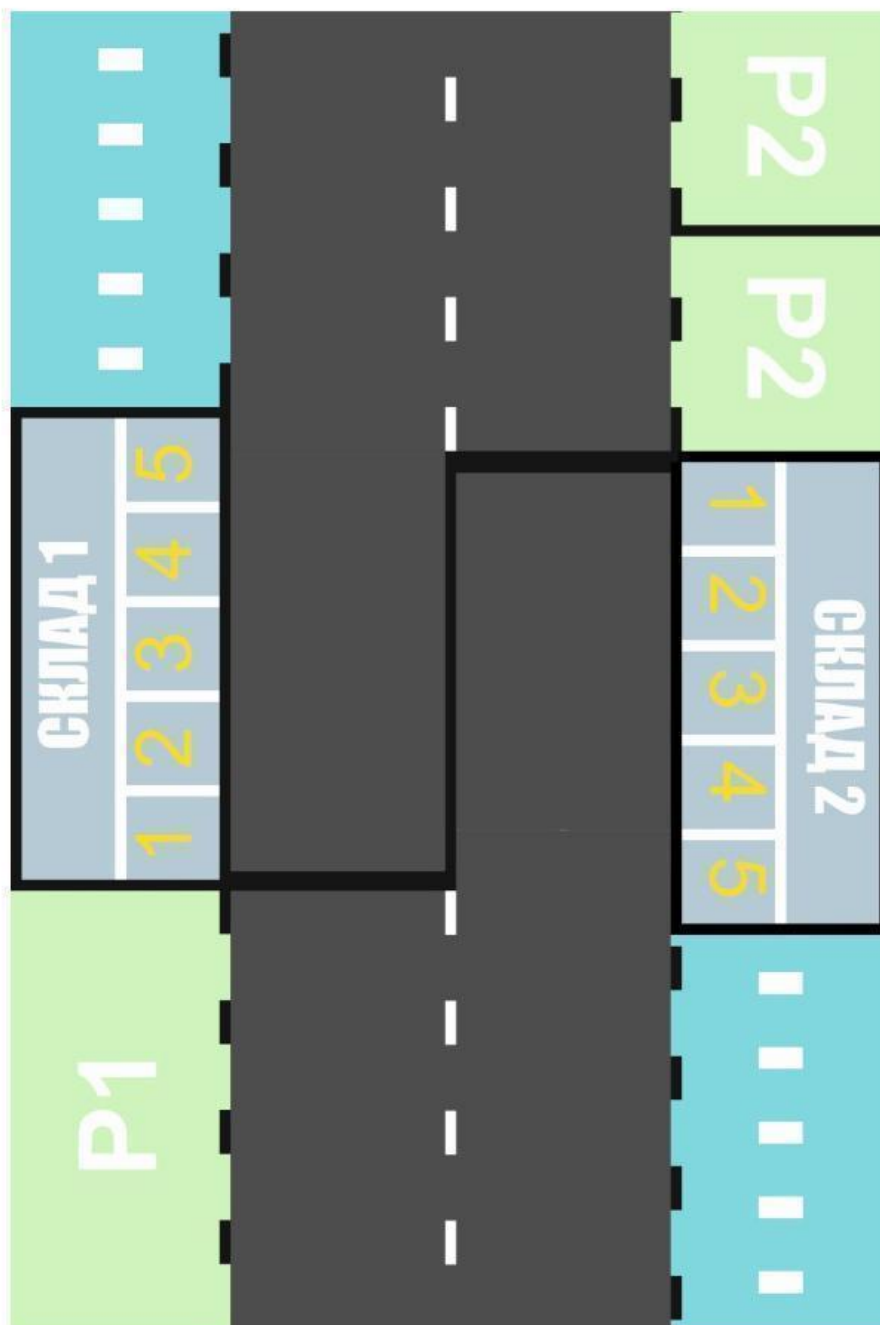

Рисунок 3 - Игровое поле AutoNet 14+ Mini.
10.3. На поле присутствуют следующие игровые зоны и элементы (см. рисунок 3 – Игровое поле AutoNet 14+ mini):